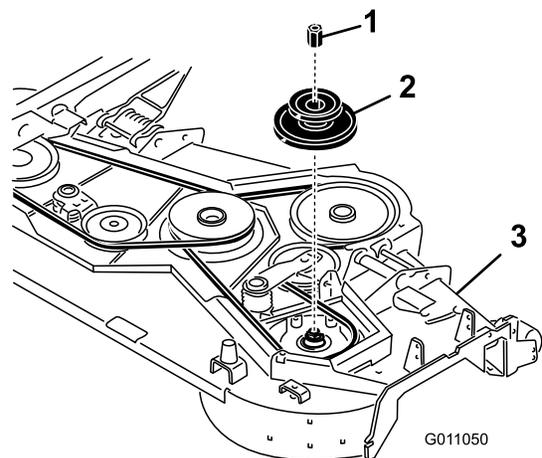

Figura 3
4. Coloque um bloco sob o eixo da lâmina direita sob a plataforma do cortador antes de remover a polia direita da plataforma do cortador (Figura 3). Isto evita que os componentes do eixo caiam quando é removida a porca da polia.
5. Remova a porca da polia existente e remova a polia (Figura 3). Guarde a polia e porca para utilização posterior.
6. Instale a nova polia dupla e prenda-a com a nova porca da polia (Figura 3). Aperte a porca a 176-203 N m.